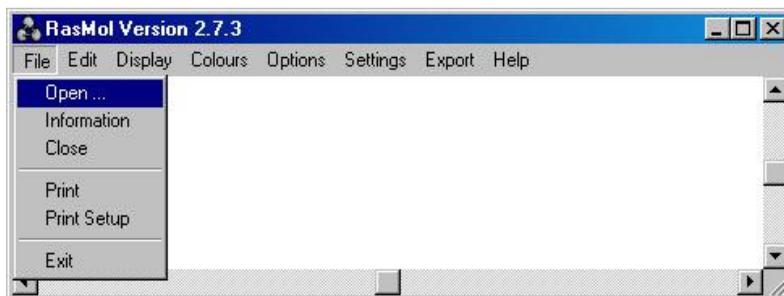

Рис. 2. Открытие файла структуры макромолекулы.
3.2 В соответствии с заданием преподавателя откройте требуемую наноструктуру. Для этого в основном окне программы нужно кликнуть левой кнопкой мыши на пункт меню «`File`», в выпадающем меню выбрать пункт «`Open`» (см. рис. 2). Например, требуется рассмотреть молекулу воды.